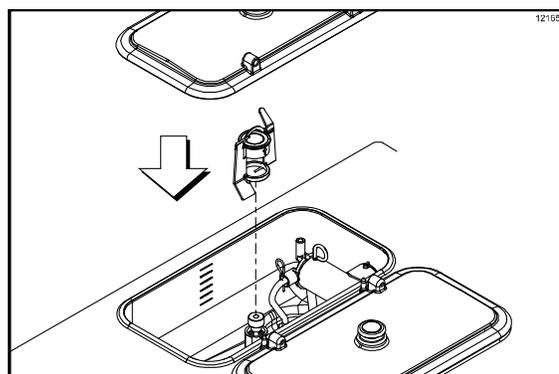

図53
8. アジテーターをアジテーターハウジングに取り付けます。ホッパーカバーを元に戻します(図53を参照)。